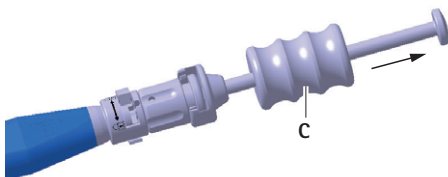

Рис. 6 Выбивание тестового/рабочего имплантата ударным молотком
- ▶ Осторожно выбить тестовый имплантат D с помощью ударного молотка C из межпозвоночного диска, см. Рис. 6.
- ▶ Осторожно выбить рабочий имплантат а с помощью ударного молотка С из межпозвоночного диска, см. Рис. 6.